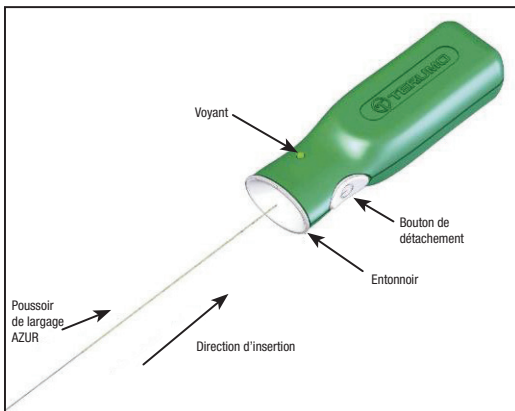

Figure 2 – Contrôleur de détachement AZUR
14. Avant d'utiliser le dispositif, retirer l'extrémité proximale du pousoir de largage du cerceau de protection. Veiller à ne pas contaminer cette extrémité du pousoir de largage avec des substances étrangères telles que du sang ou des produits de contraste. Insérer fermement l'extrémité proximale du pousoir de largage dans la section en entonnoir du contrôleur de détachement AZUR. Voir la Figure 2. **Ne pas tenter de restériliser ou de réutiliser.**
35. Raccorder l'extrémité proximale du poussoir de largage au contrôleur de détachement AZUR en insérant fermement l'extrémité proximale du poussoir de largage dans la section en entonnoir du contrôleur de détachement AZUR. Voir la Figure 2.